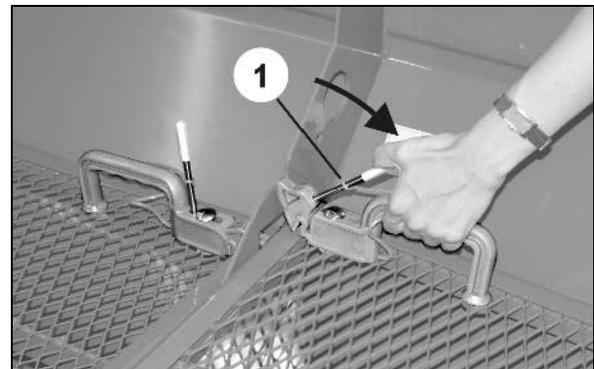

Fig. 23
(Fig. 23
2. An Handgriff anfassen und Entriegelungs-Werkzeug zum Handgriff drehen (Fig. 23).